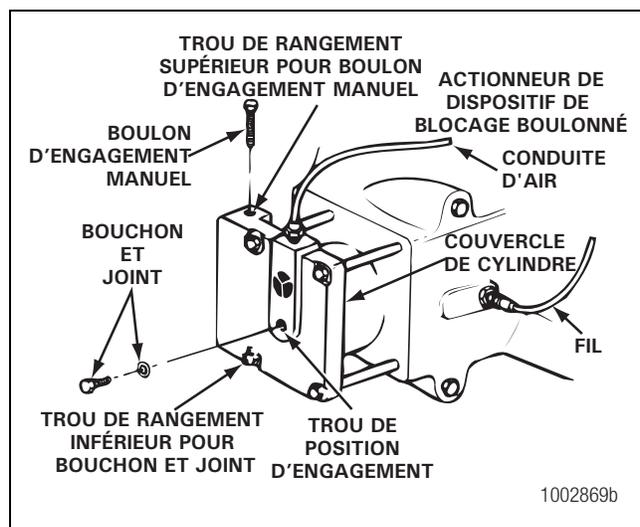

Figure 6.19
1. Poser la rondelle et le bouchon dans le taraudage destiné au contacteur. Serrer le bouchon au couple de 45 à 55 lb-pi (60 à 74 N•m). Figure 6.19.
9. Installer le boulon d'engagement manuel dans le trou de rangement de l'actionneur boulonné ou vissé du dispositif de blocage de différentiel. Figures 6.19 et 6.21 Le joint d'étanchéité doit se trouver sous la tête du boulon.
Poser le bouchon court et le joint dans le trou de position d'engagement situé au centre du couvercle de cylindre du dispositif de blocage de différentiel. Figure 6.19.